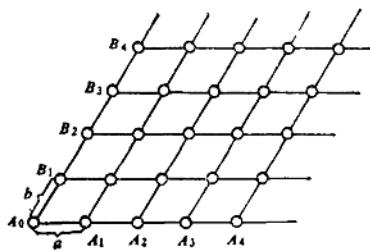

图1-6 空间格子的面网
(3) 面网：结点在平面上分布构成面网（图1-6）。面网中单位面积内结点的密度称为面网密度。在同一面网内，面网密度都是相等的。